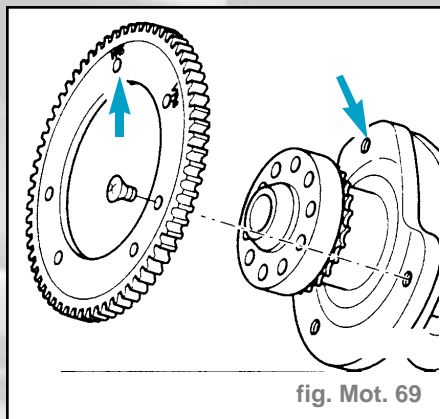

fig. Mot. 69
- Lors du montage, veiller à ce que le repère **-VR5-** coïncide avec le taraudage isolé (fig. Mot. 69).